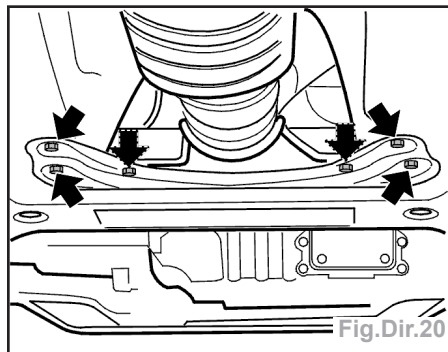

Fig.Dir.20
- Déposer la fixation du tuyau d'échappement sur le support et les vis du support (fig.Dir.20).